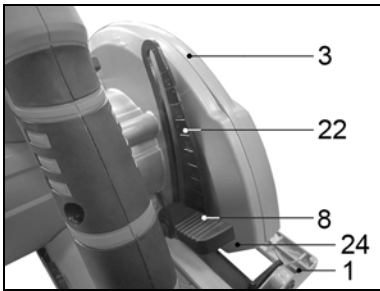

Рис. 6.
7.3. Изменение глубины пропила (Рис. 6)